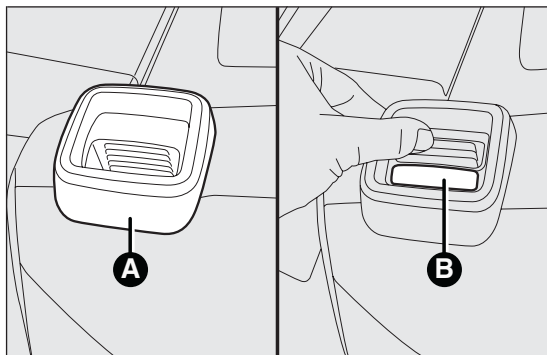

fig. 73
- para versiones con asiento trasero entero: levantar la palanca A fig. 73 de retención del respaldo y abatirlo hacia adelante, para obtener un compartimento de carga uniforme. El levantamiento de la palanca se confirma con una "banda roja" B fig. 73;